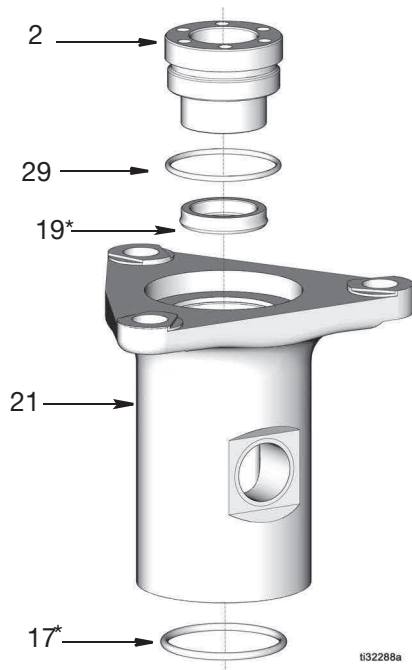

図 12
1. Oリング (17*) とスロートシール (19*) にグリースのレイヤーを薄くつけ、部品をポンプベース (21) に取り付けます (図 12)。
2. Oリング (29*) にグリースのレイヤーを薄くつけ、Oリングをパッキンのグラウンドに取り付けます。パッキンのグラウンド(2)をポンプベースにきつく締めます (図 12)。